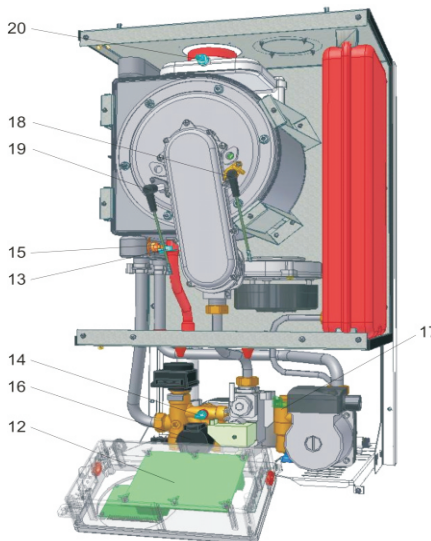

Рис.3
2.2.3 СИСТЕМА УПРАВЛЕНИЯ И КОНТРОЛЯ (СМ. РИС.3)
1. Электронная плата (рис.3 позиция 12) Регулирует и контролирует функционирование котла.
2. Датчики температуры в первичном контуре на подачи и на обратке (рис.3 позиция 13)
3. Датчик температуры в контуре ГВС (рис.3 позиция 14)
4. Предохранительный термостат (рис.3 позиция 15)
5. Датчик давления воды в первичном контуре (рис.3 позиция 16)
6. Флуометр (рис.3 позиция 17) измеряет расход горячей хозяйственной воды.
8. Электрод зажигания (рис.3 позиция 18)
9. Электрод ионизации (рис.3 позиция 19)
10. Датчик температуры сгоревших газов(рис.3 позиция 20)